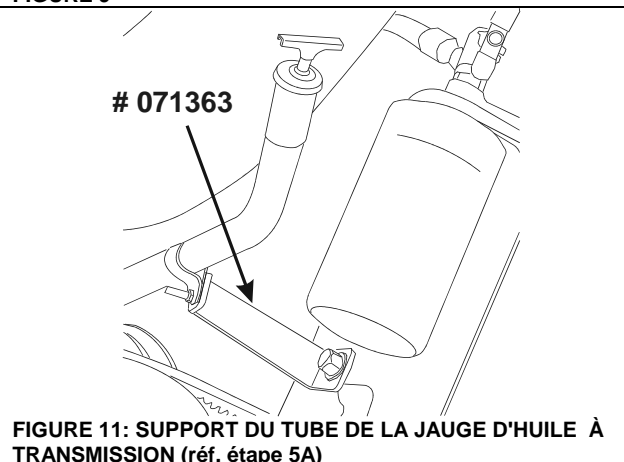

FIGURE 11: SUPPORT DU TUBE DE LA JAUGE D'HUILE À TRANSMISSION (réf. étape 5A)
5A. Si le jeu minimum du tube de la jauge d'huile à transmission n'est pas respecté, remplacer le support du tube par le support #071363 (voir figure 11). Ceci étant fait, vérifier le jeu minimum tout le long du tube, ajuster si nécessaire. **Attention**, le support #071363 a peut-être déjà été installé à l'usine. Vérifier sur votre véhicule et comparer avec la figure 11.
- 4B. Si le jeu minimum du tube de la jauge d'huile à transmission n'est pas respecté, remplacer le support du tube par le support #071363 (voir figure 11). Ceci étant fait, vérifier le jeu minimum tout le long du tube, ajuster si nécessaire. **Attention**, le support #071363 a peut-être déjà été installé à l'usine. Vérifier sur votre véhicule et comparer avec la figure 11 de la partie A.